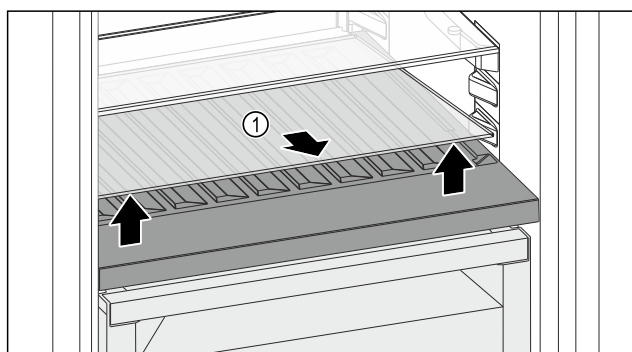

Fig. 139
- ▶ 抬起前部槽上的玻璃隔板 Fig. 139 (1) 并取出。
- ▶ 将玻璃隔板 Fig. 139 (1) 稳妥地放在冰箱外。